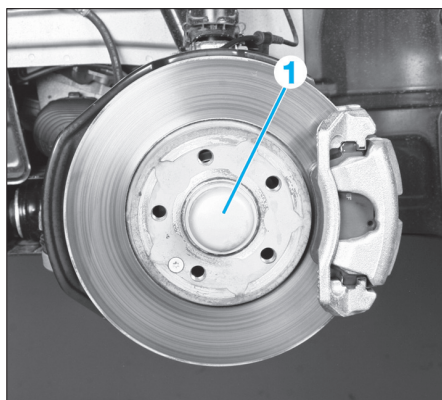

FIG. 2
- Déposer la roue puis le capuchon (1) (Fig.2).